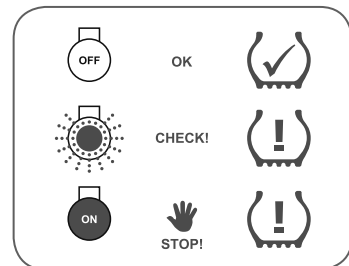

Abb. 14 - Funktionen der
2. Den Aufkleber gemäß ► *Abb. 14* in der unmittelbaren Nähe der Kontrollleuchte anbringen.